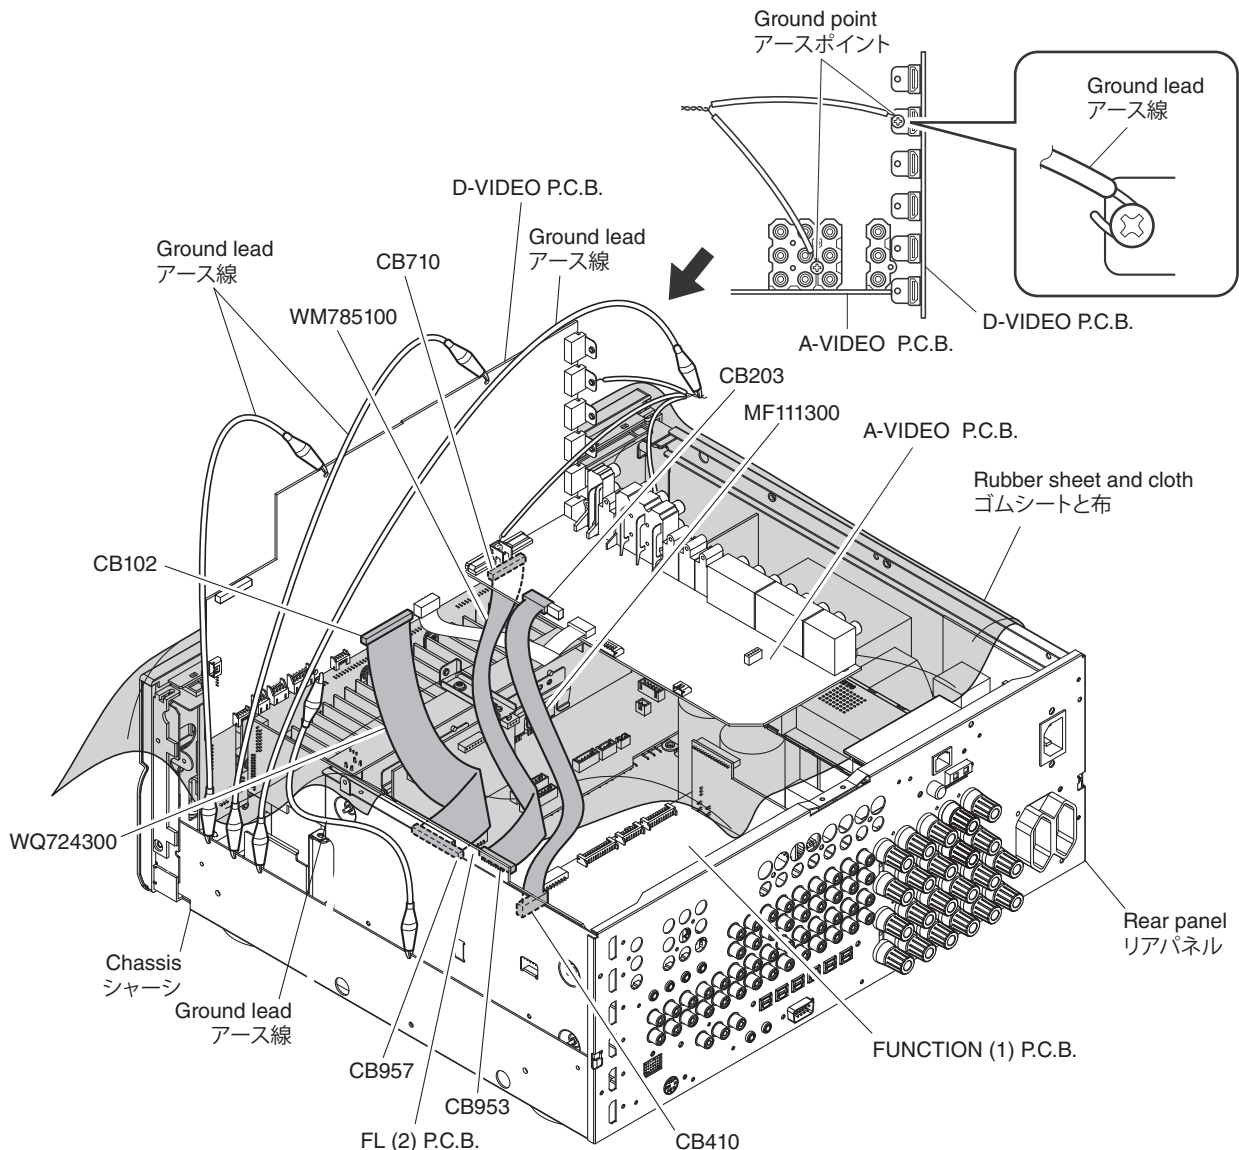

Fig. 7
- Put the rubber sheet and the cloth over this unit. Then place the D-VIDEO and A-VIDEO P.C.B.s upside down on the cloth and check them. (Fig. 7)
- FL (2) P.C.B. CB953-D-VIDEO P.C.B. CB710: WM785100 (20P, 300mm, P=1.0)
- FUNCTION (1) P.C.B. CB410-A-VIDEO P.C.B. CB203: MF111300 (11P, 300mm, P=1.25)
- FL (2) P.C.B. CB957-D-VIDEO P.C.B. CB102: WQ724300 (37P, 340mm, P=1.0)
- Connect the ground point of each P.C.B. shown below to the chassis with a ground lead or the like. (Fig. 7)
- 本機の上にゴムシートと布を敷き、その上に D-VIDEO および A-VIDEO P.C.B. を裏返しに置いてチェックします。(Fig. 7)
- FL (2) P.C.B. CB953 ~ D-VIDEO P.C.B. CB710: WM785100 (20P, 300mm, P = 1.0)
- FUNCTION (1) P.C.B. CB410 ~ A-VIDEO P.C.B. CB203: MF111300 (11P, 300mm, P = 1.25)
- FL (2) P.C.B. CB957 ~ D-VIDEO P.C.B. CB102: WQ724300 (37P, 340mm, P = 1.0)
- 下記に示す各 P.C.B. のアースをアース線などでシャーシに接続してください。(Fig. 7)